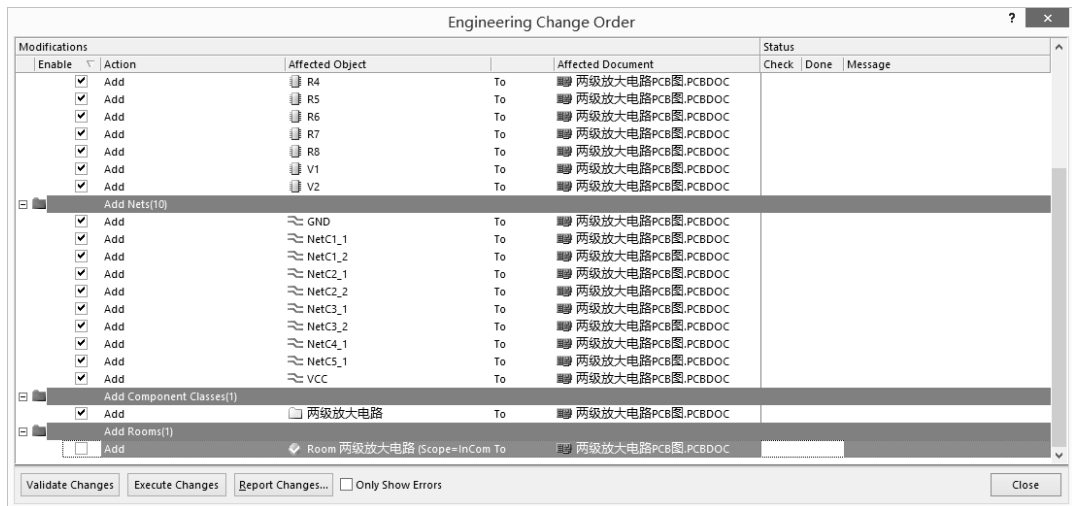

图 3.2.22 “Engineering Change Order（工程变化订单）”对话框
(1) 打开原理图，选择“Design（设计）”“Update PCB Document（两级放大电路 PCB 图.PcbDoc）”命令，弹出如图 3.2.22 所示的“Engineering Change Order（工程变化订单）”对话框。